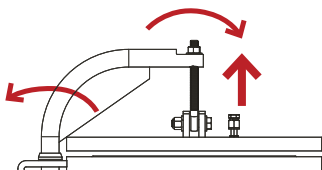

図 13.
2. ダビットアームに付いているボルトを時計回りに回してハウジングの上部フランジを持ち上げます (図 13)。